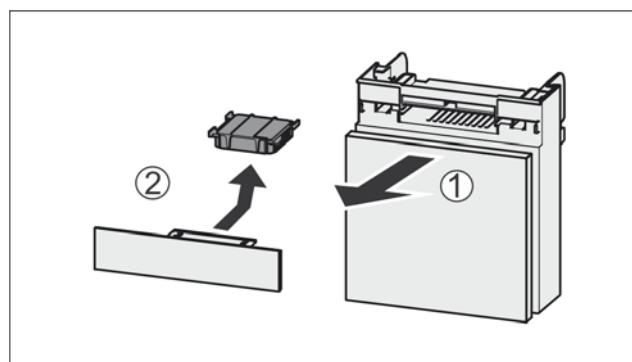

Fig. 108
- Вытянуть Fig. 108 (1) отделение движением вперед.
- Извлечение Fig. 108 (2) фильтра с активированным углем.